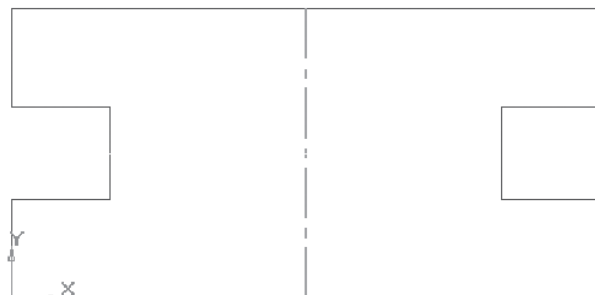

Рис. 2.16.
– побудуйте вертикальний відрізок (рис. 2.16);